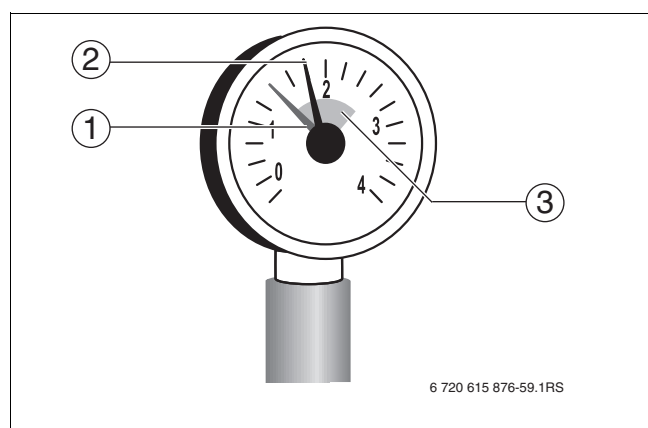

Fig. 59 Manomètre pour installations fermées
- ▶ Remplir l'installation de chauffage lentement en observant l'indicateur de pression (manomètre) (→ fig. 59).